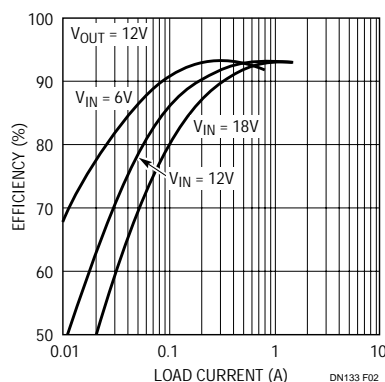

図2. 12V出力単一インダクタ
図1の回路のデューティ・サイクルは、 $V_{OUT}/(V_{IN} + V_{OUT})$ に等しくなります。 V_{IN} が V_{OUT} と等しい場合、インダクタ両端の電圧 (V) と時間 (sec) のバランスをとるには、50%のデューティ・サイクルが必要です。このトポロジーでは、入力コンデンサと出力コンデンサの両方が方形波パルス電流をフィルタしなければなりません。インダクタ電流の平均値は、入力電流と出力電流の和と等しくなります。LTC1625はMOSFETの V_{DS} をセンスすることによりインダクタ電流のピークを制御するため、出力電流の制限値はデューティ・サイクルに依存し、入力電圧に応じて変化します。 $V_{IN} = 12V$ のとき、最大出力電流は約1.1Aです。この回路の効率を図2に示します。ダイオードD2が、軽負荷電流時のサイクル・スキップの原因となる電流の逆流を防止し、軽負荷時の効率を向上させることに注目してください。